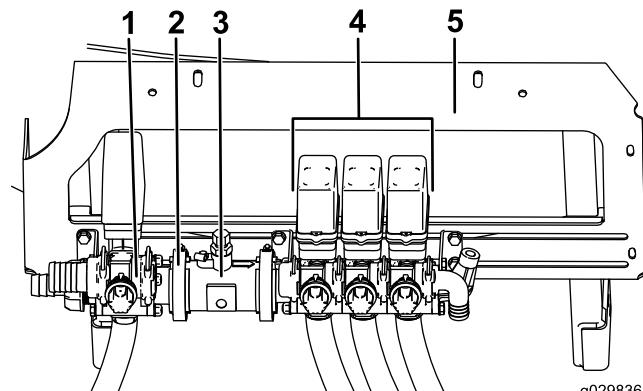

Figura 1
2. Allentate i bulloni che fissano il gruppo valvole di sezione alla staffa di montaggio, senza rimuoverli (Figura 1).
3. Allentate il morsetto senza fine esistente che fissa la valvola dell'agitatore al flussometro (Figura 1).